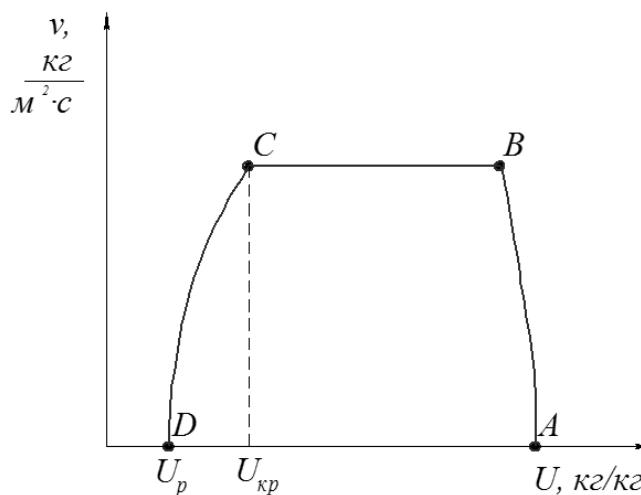

Рис. 5. Кривая скорости сушки
6. По значениям скоростей сушки в точках B , C и значениям начальной и конечной влажностей строят кривую скорости сушки (см. рис. 5).